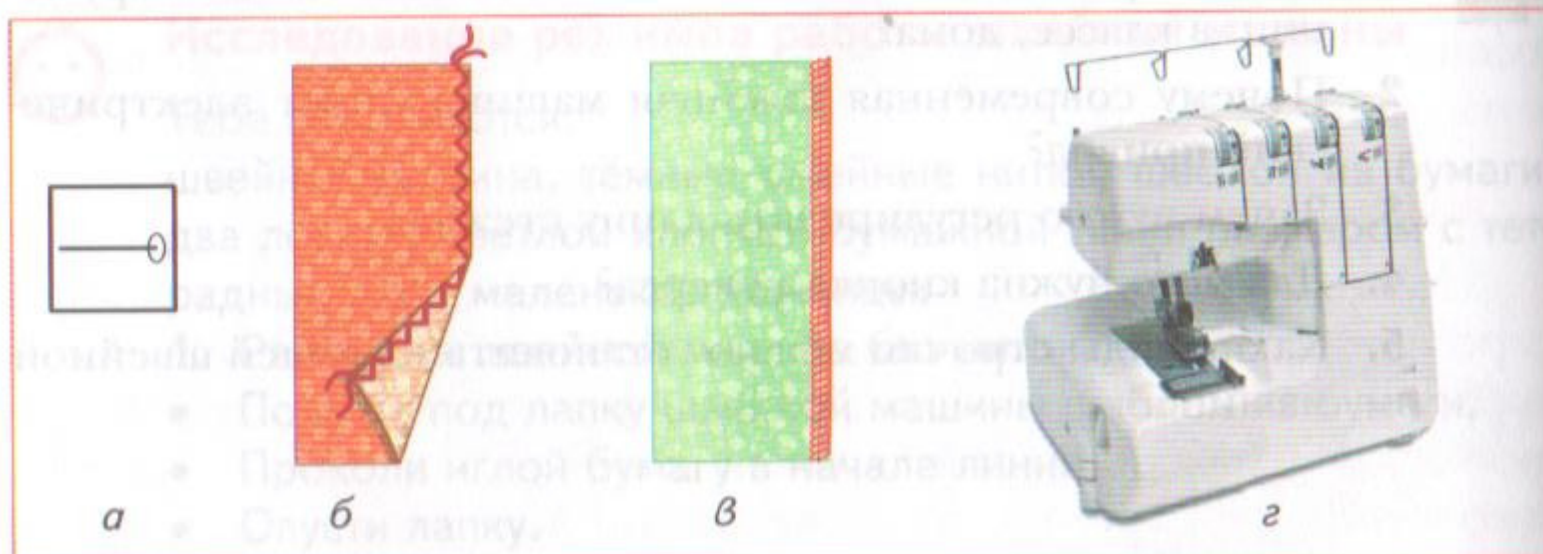

Рис. 103 Обмётывание среза: *a* — условное обозначение; *b* — зигзагообразная строчка; *c* — оверлочная строчка; *г* — краеобмёточная машина (оверлок)
3) проложить строчку зигзагообразных стежков по срезу детали (рис. 103, *б*).
Лучше всего обмётывает срезы специальная *краеобмёточная машина — оверлок* (рис. 103, *г*). Она не только проложит красивую строчку (рис. 103, *в*), но и обрежет излишки ткани.